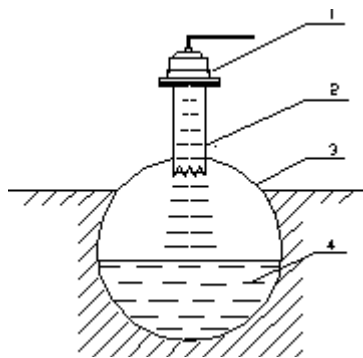

Рис.2. Схема установки акустического преобразователя для измерения расхода в безнапорном трубопроводе
- произвести монтаж расходомера в соответствии с рис.2;